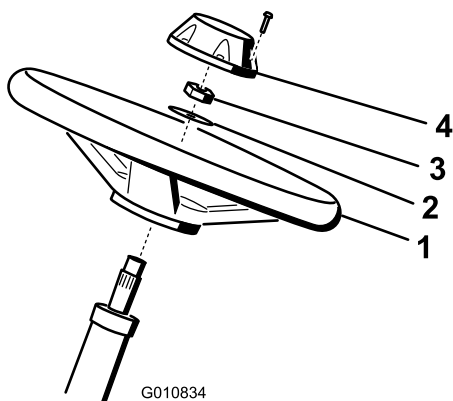

図 5
1. ハンドルをステアリングシャフトにはめ込む 図 5。
2. ワッシャをステアリングシャフトにはめ込む 図 5。
2.83.6kg/m = 2026ft-lb にトルク締めする 図 5。
4. キャップを取り付け、ボルト6本で固定する 図 5。